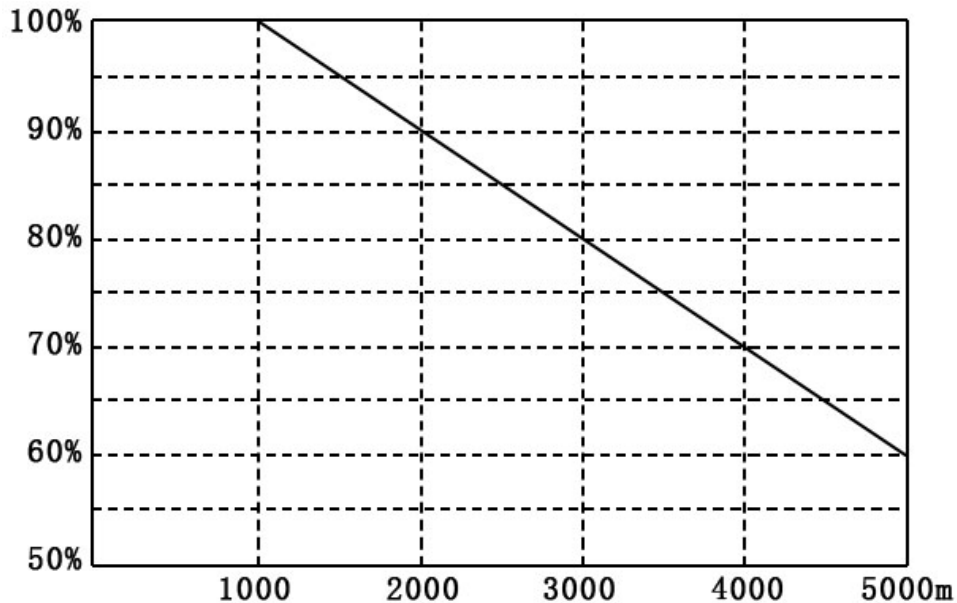

图 3-1 额定输出电流与海拔高度关系图
- (1) 不要在多尘埃、金属粉末、腐蚀性、爆炸性气体的场所使用；
- (2) 使用温度： $-10\sim 45^{\circ}\text{C}$ ；
- (3) 湿度：20%~90%RH，无水珠结露；
- (4) 海拔高度：在海拔高度超过 1000 米的地区，由于空气稀薄造成调速器散热效果变差，按 GB/T3859.2-93 标准要求有必要降额使用，额定电流与海拔高度的关系如图 3-1 所示。